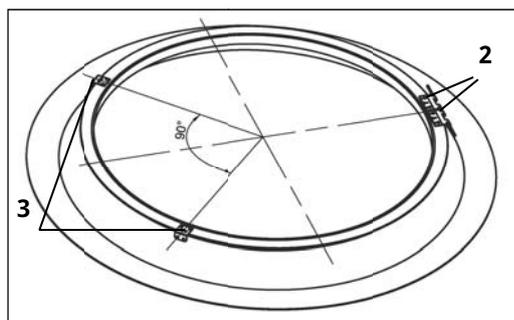

Bild 4: montierter esserfix[®] - tandem Aufsetzkranz
Die Befestigungswinkel der tandem-Varianten werden im Winkel von 90° symmetrisch zueinander montiert (Bild 4).
Lichtkuppel über die Winkel mit den Lichtkuppelnägeln (6) befestigen (Bild 4) (bei der tandem-Variante 2x).